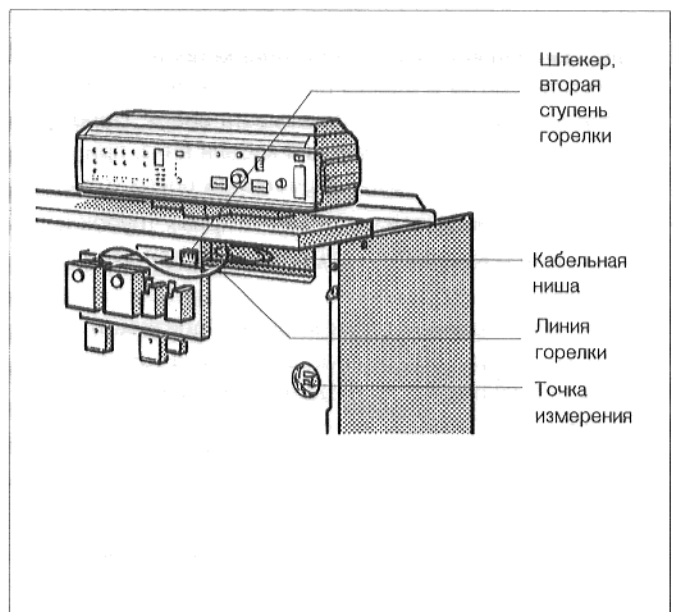

Рис. 14. Котельный блок, передняя сторона
- Проложить капиллярные трубки датчиков температуры и, при "Ecomatic"-регулировании, трубопровод датчика температуры котельной воды, через отверстие в переднем колпаке котла, из кабельной ниши (рис. 14), на переднюю сторону котла.
- Раскрутить капиллярные трубки и, при "Ecomatic"-регулировании, трубопровод датчика, пока они не достигнут точки измерения (рис. 14).
- Проложить линию горелки (рис. 14), через кабельную нишу и отверстие в переднем колпаке котла, к регулятору. Установить штекерное соединение соответственно схеме соединений.
- При двухступенчатом исполнении необходимо устранить штекер с перемычкой, и вставить туда штекер линии горелки, второй ступени горелки (рис. 14).